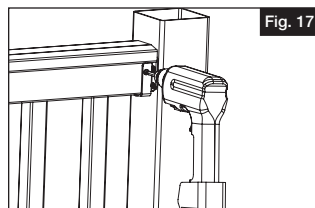

Fig. 17
- b. Con una broca de $\frac{5}{32}$ " , taladre el travesaño superior en las dos ubicaciones del soporte metálico. Instale tornillos #10 de 1" en los agujeros taladrados de cada uno de los soportes metálicos (Fig. 17).